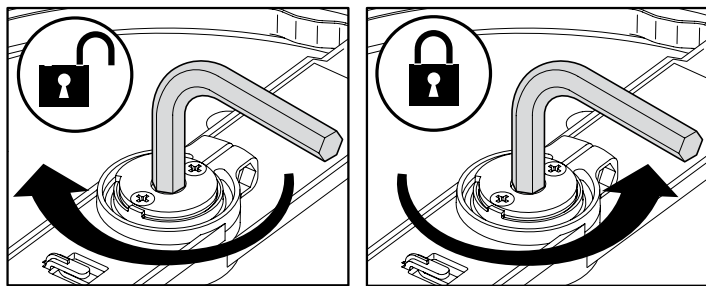

Figure 9 - DÉBRAYAGE MANUEL
2. Au moyen du LEVIER DE DÉBRAYAGE MANUEL, désactiver la transmission si nécessaire (voir Fig. 9). S'assurer que le portail s'ouvre librement en l'actionnant manuellement à fond dans les deux directions d'ouverture et de fermeture et en vérifiant l'absence de toute résistance.
3. Positionner le portail à mi-course et tourner le LEVIER DE DÉBRAYAGE MANUEL dans le sens des aiguilles d'une montre pour réinsérer le système d'entraînement (voir Fig. 9) avant de remettre le levier en place.